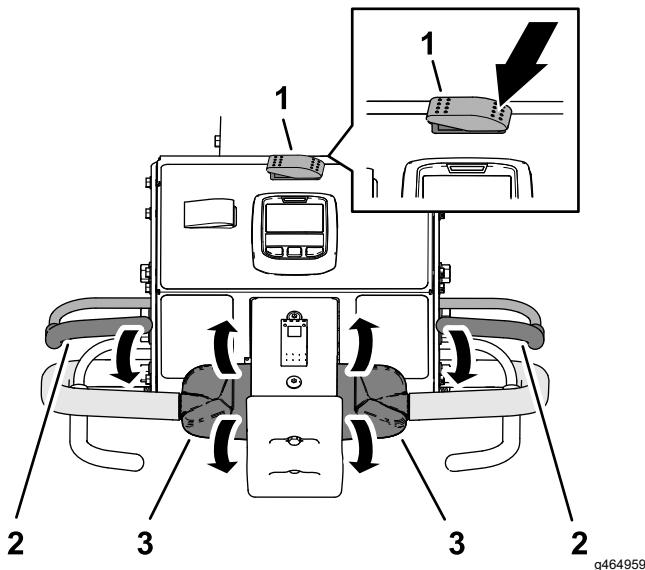

Figura 83
- Premete il lato sinistro dell'interruttore trasporto/arieggiatura selezionando TRASPORTO (Figura 83).
5. Stringete la maniglia destra o sinistra e la barra di presenza dell'operatore (Figura 83) e spingete la barra verso la maniglia.